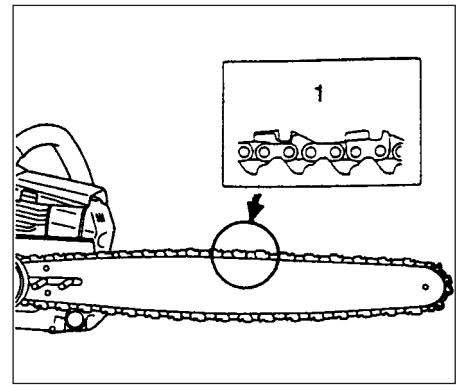

Fig.1-2
2. Vérifiez si la direction de la chaîne est correcte comme indiqué sur la figure et alignez la chaîne sur le pignon (Fig. 1-2).